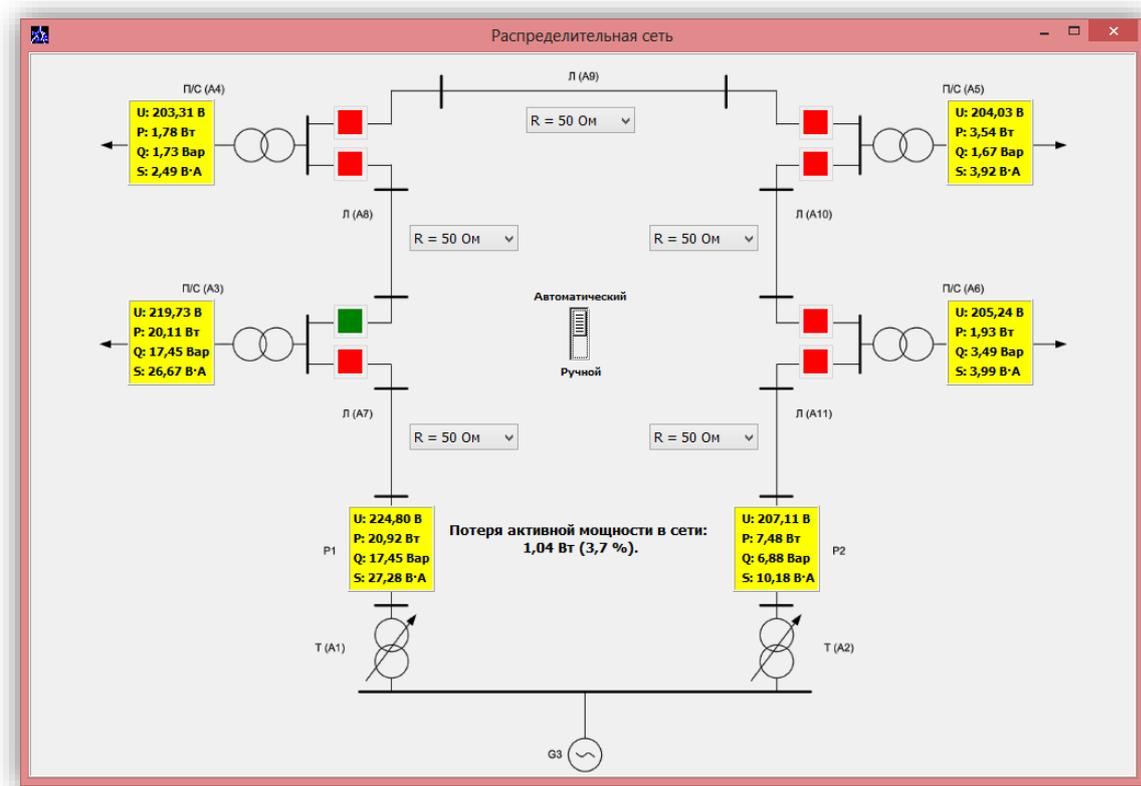

Рис. 5
11. Запустите «Setup распределительная сеть.exe» и установите прикладную программу «Распределительная сеть». После ее запуска (Пуск/программы/Учебная техника/Распределительная сеть) на экране должно появиться окно с пользовательским интерфейсом (Рис. 5).